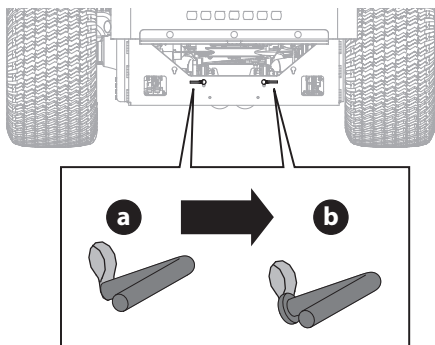

Figure 41
1. Pour engager les tiges de dérivation de la transmission, tirez la tige (a) vers le haut dans l'ouverture la plus large de la fente de la clé, puis tirez vers l'arrière jusqu'à ce que le collier de la tige passe à travers le cadre (Figure 41).
2. Redescendez la tige dans la petite ouverture de la fente de la clé, en veillant à ce que le collier soit fixé à l'extérieur du cadre (b). Répétez de l'autre côté (Figure 41).